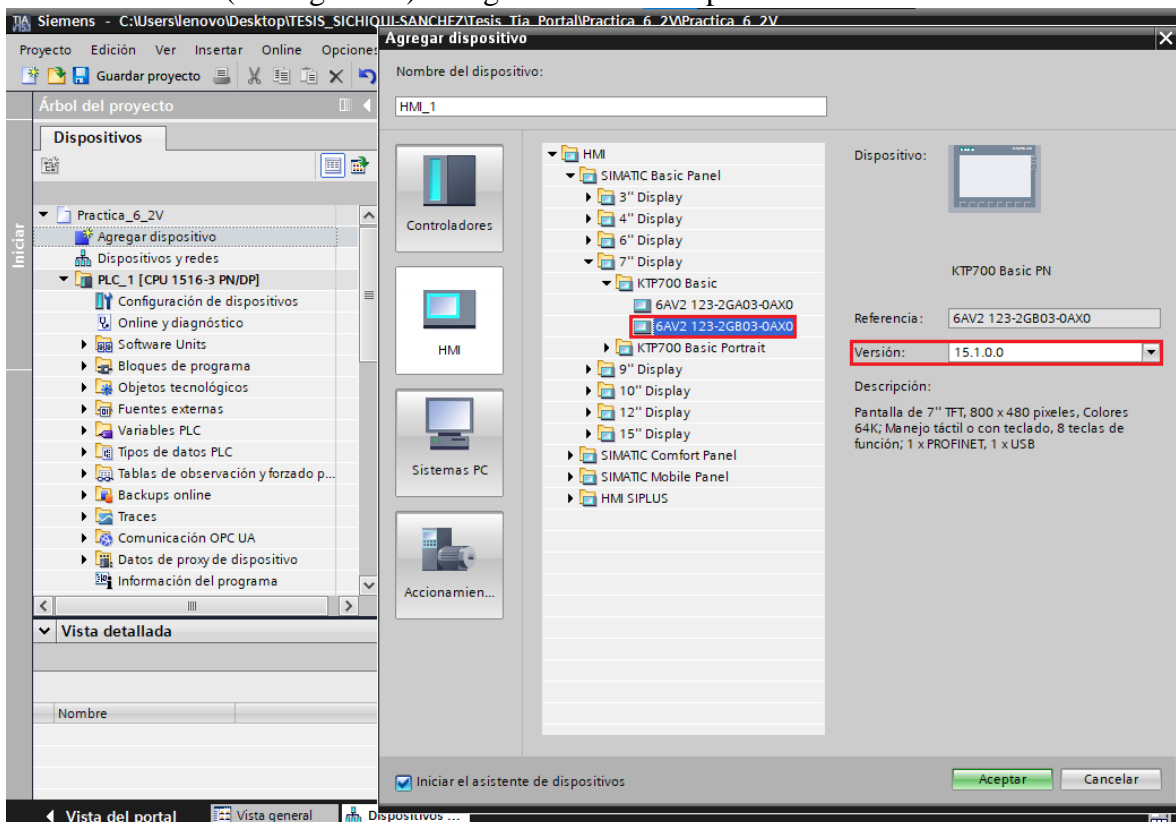

Figura 17. Agregar HMI KTP700.
(1) Para agregar el HMI se debe seguir los siguientes pasos:
- Luego dar clic sobre “HMI” / “SIMATIC Basic Panel” / “7” Display” / “KTP700 Basic” / “6AV2 123-2GB03-0AX0” (ver Figura 17). Luego dar clic en aceptar.